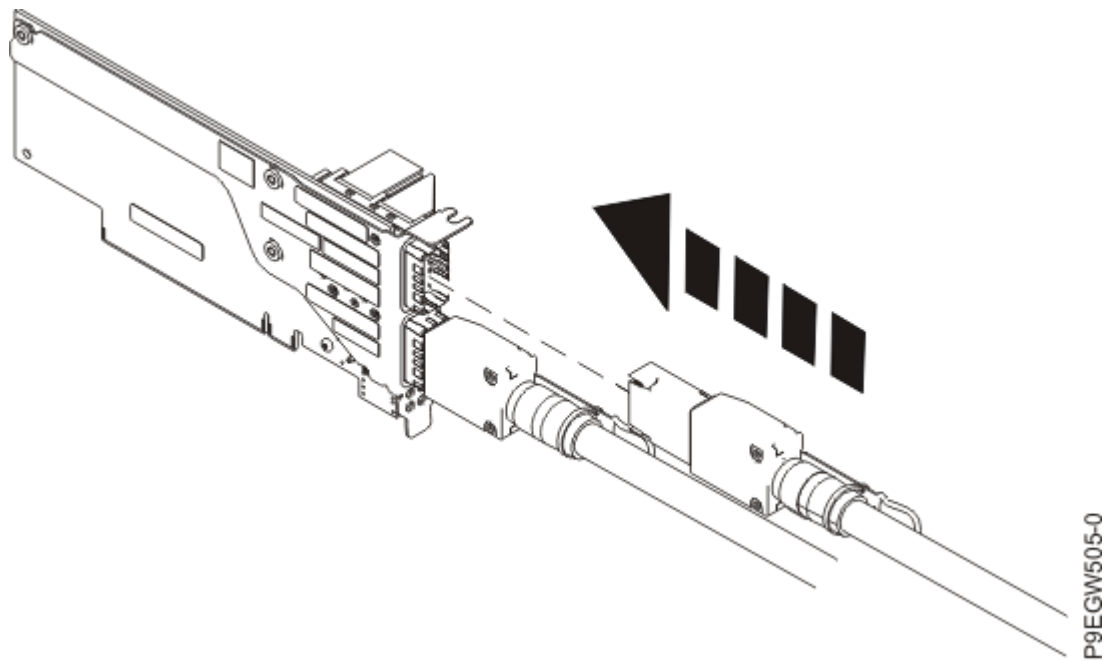

Abbildung 6. Kabel des Erweiterungseinschubs im PCIe3-Kabeladapter im Hostsystem austauschen
4. Schließen Sie das Ersatzkabel für das Kabel des Erweiterungseinschubs an, indem Sie es in den Anschluss des PCIe3-Kabeladapters des Hostsystems einstecken, wie in Abbildung 6 auf Seite 8 dargestellt.